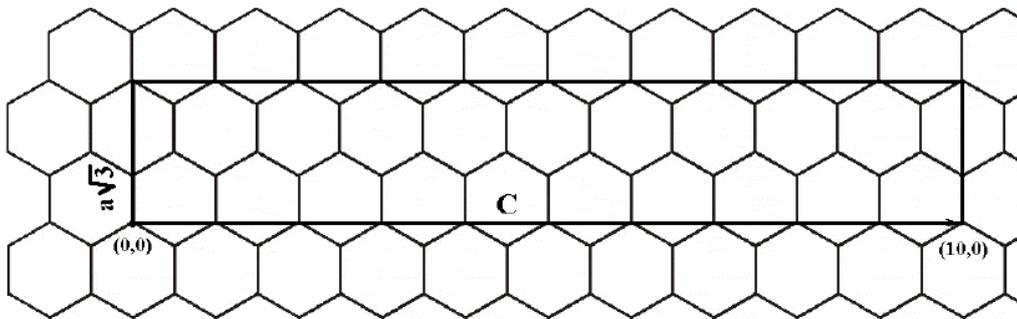

Рис. 1.2. Графеновый слой с элементарной ячейкой для зигзажной трубки (10,0).
4) Для зигзажных нанотрубок ширина ячейки (рис. 1.2) равна $a\sqrt{3} = 0.246\sqrt{3} = 0.43 \text{ нм}$. Величина вектора \mathbf{C} равна: